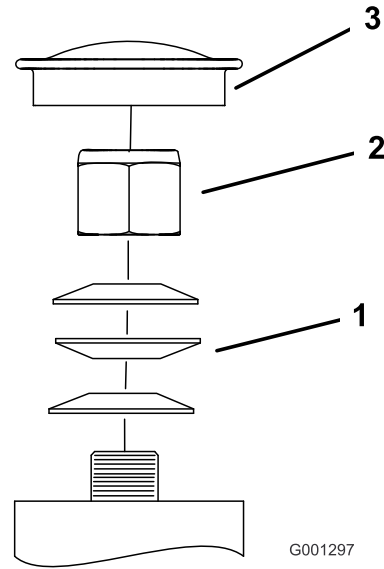

Figura 66
Importante: Asegúrese de que las arandelas de muelle están correctamente instaladas, según se muestra en Figura 66.
- Coloque el tapón anti-polvo (Figura 66).
- Retire el tapón guardapolvo de la rueda giratoria y apriete la contratuerca (Figura 66).
- Apriete la contratuerca hasta que las arandelas de muelle estén planas, luego afloje $\frac{1}{4}$ de vuelta para establecer la pre-carga correcta de los cojinetes (Figura 66).